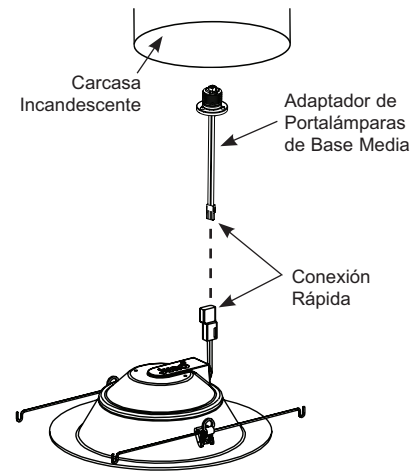

Figura 4
**Paso 3. La instalación en carcasas ya existentes con portalámparas de base media:** Enrosque el adaptador de portalámparas de base media en el portalámparas, en la carcasa empotrada. Enchufe el conector proporcionado en el borde al conector de acoplamiento en el adaptador de portalámparas presionando firmemente para asegurar que los conectores estén bien sujetos (Vea la Figura 4).